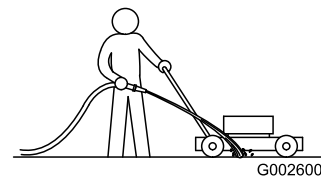

Figura 23
1. Con el motor en marcha sobre una superficie plana pavimentada, dirija un chorro de agua hacia delante de la rueda trasera **derecha** (Figura 23).